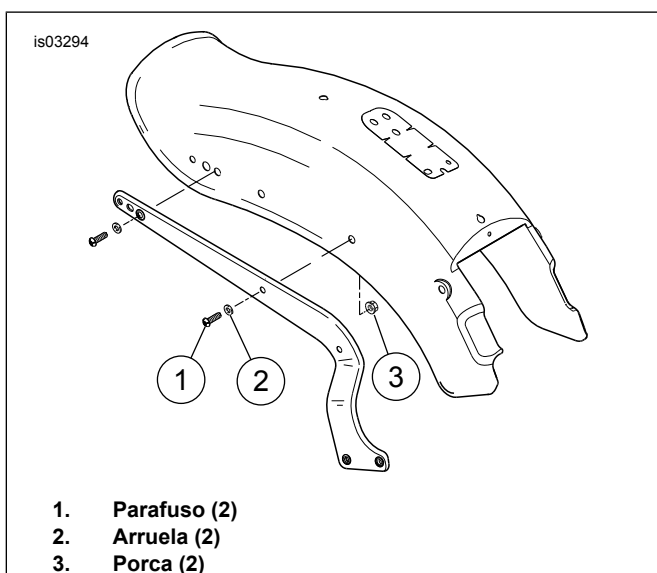

Figura 1. Remoção das ferragens (FXST)
1. Veja a Figura 1. Remova e descarte os parafusos (1) e arruelas (2) originais do suporte do pára-lama.
1. Veja a Figura 1. Remova e descarte os parafusos (1) e as arruelas (2) originais do suporte do pára-lama.